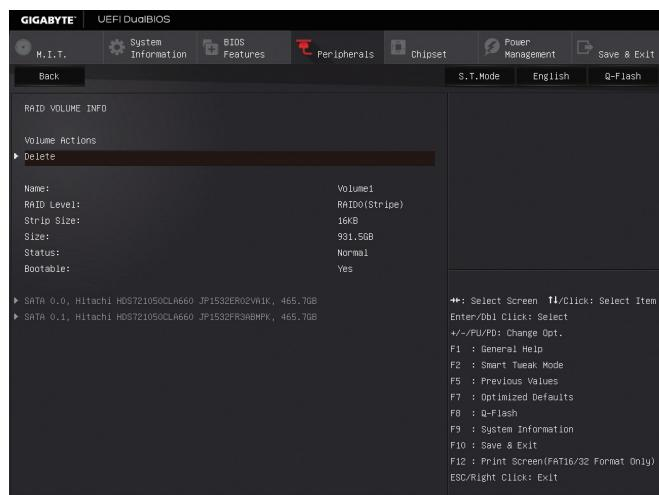

図 7
完了すると、Intel(R) Rapid Storage Technology 画面に戻ります。RAID Volumes に新しい RAID ボリュームが表示されます。詳細情報を見るには、ボリューム上で <Enter> を押して RAID レベルの情報、ストライプブロックサイズ、アレイ名、アレイ容量などを確認します(図 7)。